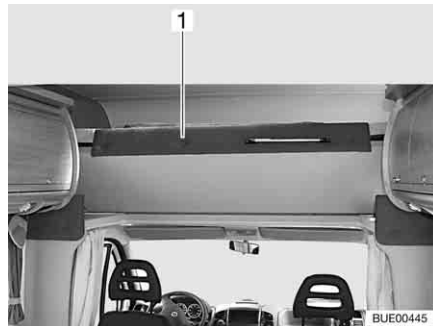

Fig. 112 Letto mansarda, ribaltato verso l'alto
- Ribaltare il letto mansarda (Fig. 112,1) verso l'alto, in avanti. Il letto mansarda viene mantenuto nella posizione superiore dalle molle a gas.